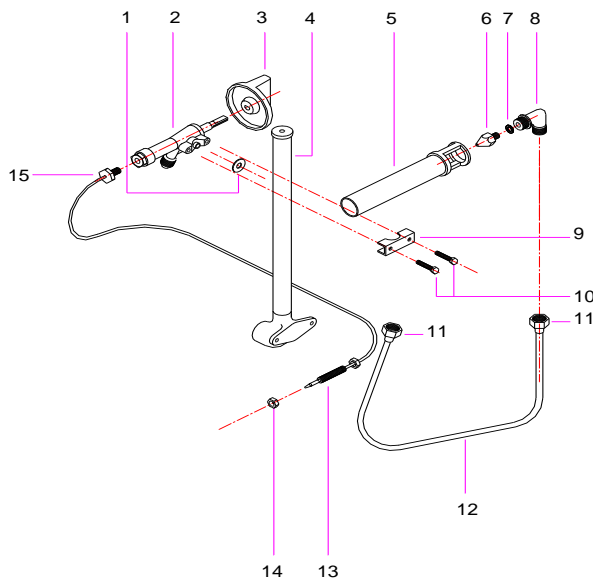

Abbildung 7
- c) Entnehmen Sie alle Bedienungselemente (3) (siehe Abb.7) der Ventile, indem Sie diese nach außen ziehen.
- e) Lösen Sie nun vollständig alle Schrauben (11) und entfernen Sie das Rohr (12)
- f) Ziehen Sie den Winkelstutzen nach draußen (8) und aus dem Brenner erscheinen folgende Teile (5), (6) y (7)
- g) Schrauben Sie den Winkelstutzen dieser Einheit ab (8) und wechseln Sie danach die Düse (6) gegen eine entsprechende des Gastyps aus, mit der Ihr Grillofen von nun an funktionieren wird. Der Durchmesser der Düse ist am Körper derselben gekennzeichnet. Vergessen Sie nicht, die Dichtungsring (7) gegen eine Neue auszutauschen.
- Lösen Sie das Rohr (12) (siehe Abb. 7) indem Sie die Schrauben (11) der zu ersetzenden Düse lockern, und bauen Sie danach das Thermoelement der Düse aus, indem Sie die Schraube (15) loswinden.
- Lockern Sie vollständig alle Schrauben (10) die zusammen mit der Klemme (9) die Düse an die Batterie verbindet.
- Gehen Sie nun, wie in den vorangehenden Abschnitten beschrieben wurde, aber in umgekehrter Reihenfolge vor, um die neue Düse einzubauen, und vergessen Sie nicht, die Dichtung (1) gegen eine neue auszutauschen.
- d) Lösen Sie nun vollständig alle Schrauben (15) y (9) (siehe Abb.7) des auszuwechselnden Thermoelementes und tauschen Sie dieses nun aus.